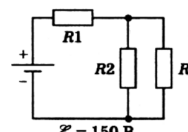

Рис. 3
3. Найдите силу тока через резистор R_2 , если сопротивления резисторов $R_1 = R_2 = R_3 = 10 \text{ Ом}$ (рис. 3). Внутренним сопротивлением источника тока можно пренебречь.